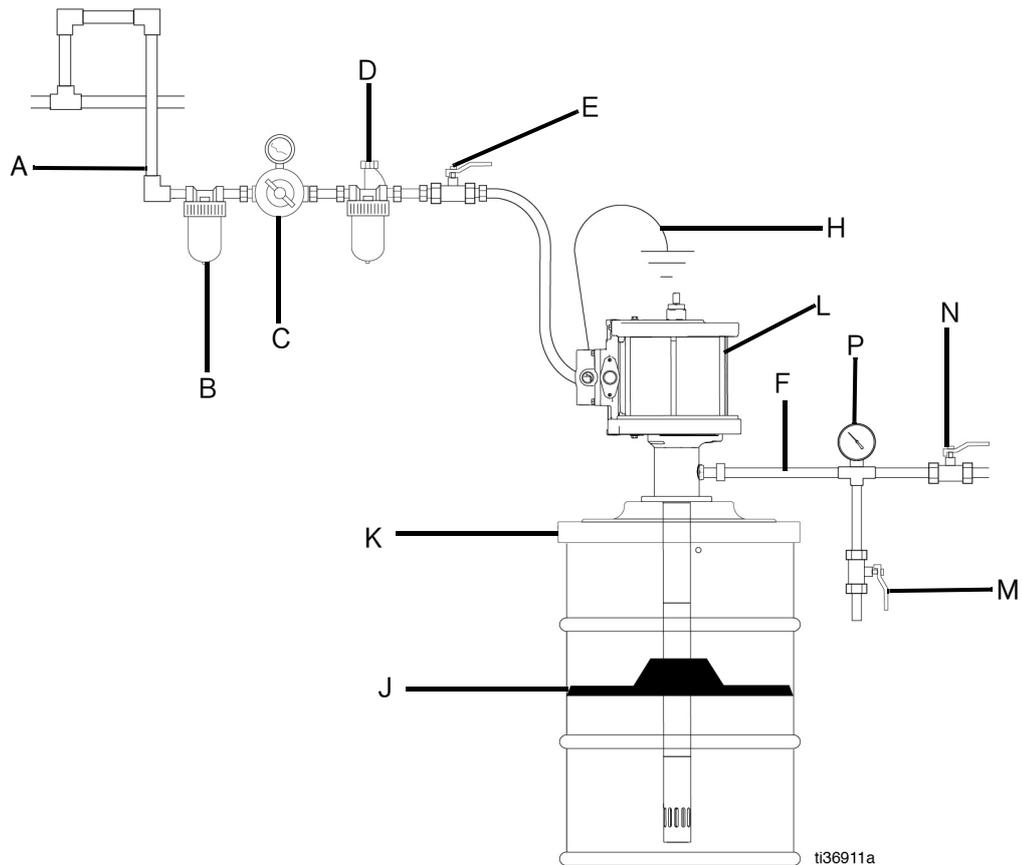

图 1
1. 关闭放气型主空气阀 (E, 图 1) 以在泵处于下冲程位置 (图 3) 时将泵憋停。